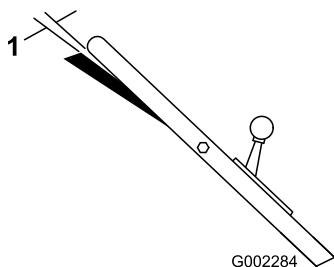

**Figura 25**
Si el cortacésped no avanza o si tiene tendencia a avanzar lentamente cuando la barra de control está a **más** de 3.8 cm (1-1/2 pulg.) del manillar, ajuste el mando de control de la transmisión de las ruedas, en la parte trasera de la caja de engranajes (Figura 25).
2. Gire el mando de control en el sentido de las agujas del reloj 1/2 vuelta si el cortacésped no avanza. Si el cortacésped avanza lentamente, gire el mando 1/2 vuelta en el sentido opuesto a las agujas del reloj para aflojar la correa (Figura 25).